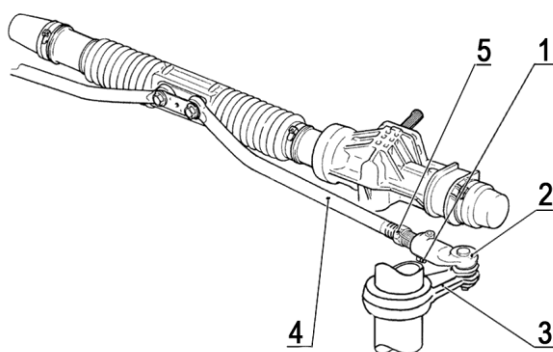

Рисунок 9 - Регулировка схождения передних колес автомобилей LADA 1117, 1118, 1119, 2190:
5.3.9 Ослабить болт 1, рисунок 9, рулевых тяг (ключ гаечный 13).